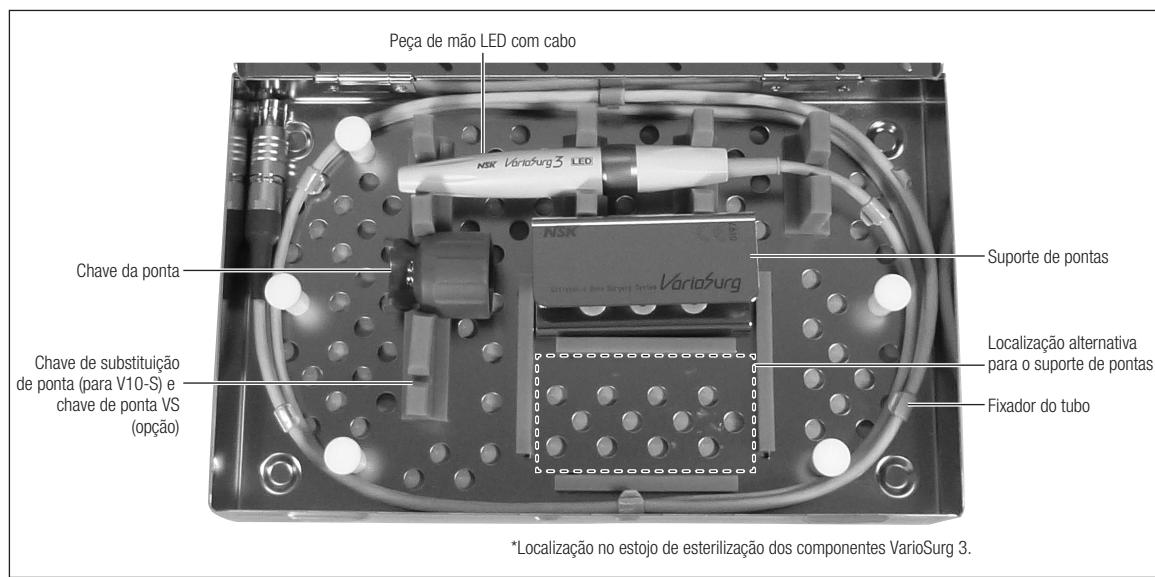

Fig. 23
- 1) Disponha a peça de mão e a chave da ponta no estojo de esterilização (Fig. 23).